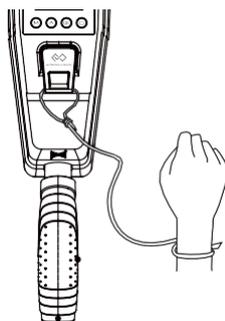

Abbildung 5-12
Schritt 3: Halten Sie die Taste „**OK**“ **5 Sekunden** lang gedrückt, um die Einstellungsseite für die Kopplung aufzurufen (Abbildung 5-12). Auf dieser Seite blinken „**ADD**“ (Adresse) und „**SET**“ (Einstellen) und Sie sehen den Countdown-Timer „**060**“ (60 Sekunden).